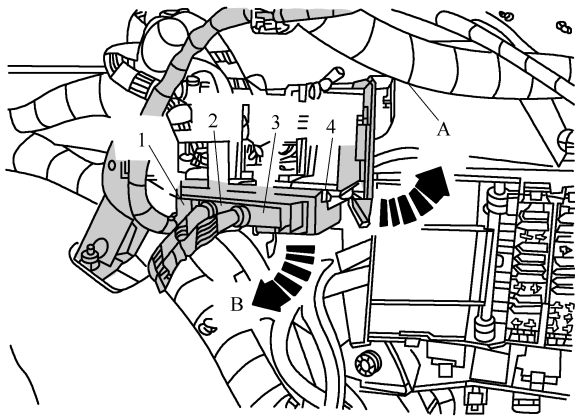

图 11-2-7 拆卸驻车辅助控制单元 J446
(1) 从侧面拆下右侧饰板。
(2) 如图 11-2-7 所示，松开固定夹(见箭头 A)，并将驻车辅助控制单元 J446(编号 4)从定位夹中翻出(见箭头 B)，脱开电气插接器 1~3。